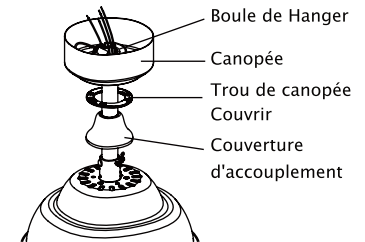

Fig. 9
Étape 5. Glissez le couvercle d'accouplement, le couvercle du trou de la canopée et la verrière sur la tige descendante. Réinstallez soigneusement la boule de cintre sur la tige descendante. Assurez-vous que la broche transversale est dans la bonne position et la vis de l'ensemble est serré et les fils ne sont pas tordus. (Fig. 9)